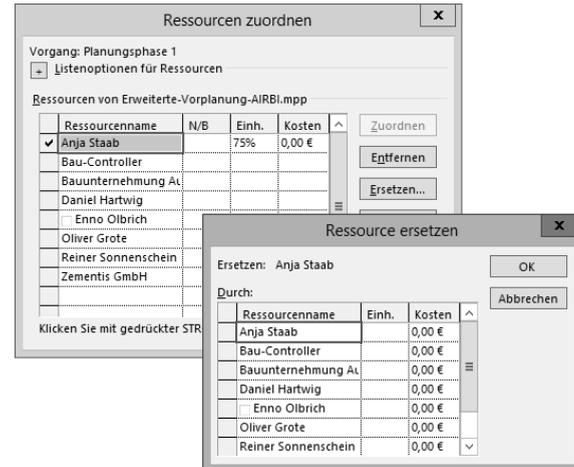

Abbildung 6.19 Ersetzen von Ressourcen
- Klicken Sie nun auf die Schaltfläche **ERSETZEN**. Es erscheint der Dialog **RESSOURCE ERSETZEN** (siehe Abbildung 6.19). Hier wählen Sie eine oder mehrere Ressourcen für die Ersetzung aus und bestätigen den Dialog mit OK.